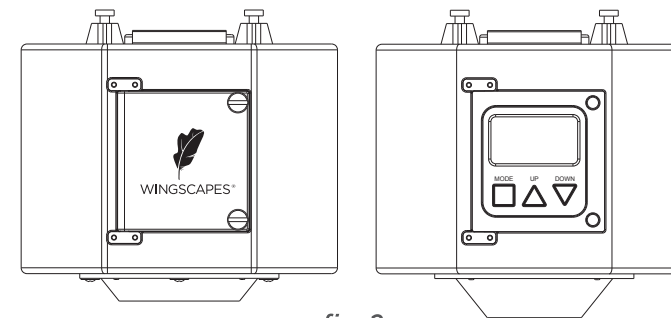

fig. 2
8. Loosen the 2 metal thumb screws and open the timer door (fig 2).
8. Desserrez les 2 vis à oreilles métalliques, puis ouvrez la porte de la minuterie (fig. 2).